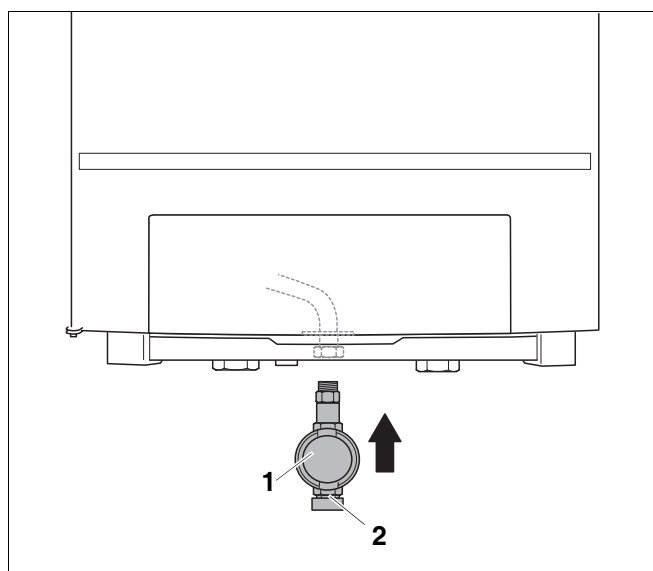

Fig. 4 Aansluiting gaszijdig
- Monteer de gaskraan (fig. 4, **pos. 1**) aan het cv-toestel.
- Sluit de gasleiding spanningsvrij aan op de gaskraan (fig. 4, **pos. 2**).